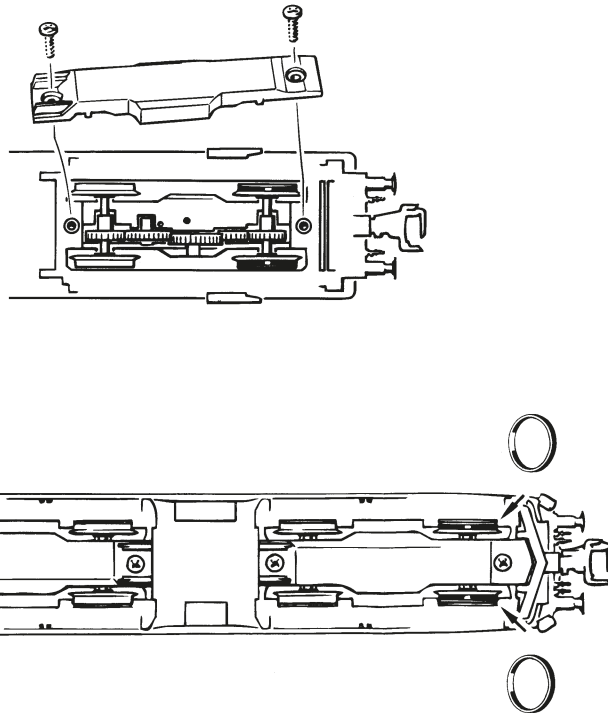

Fig. 7
**1. Reinigung der Radstromkontakte:** Radstromkontakte können auf unsauberen Schienen leicht verschmutzen. Entfernen Sie **vorsichtig** mit einem kleinen Pinsel **den Schmutz** an den in Fig. 7 gekennzeichneten Stellen.
**1. Cleaning of wheel contacts:** Wheel contacts easily get dirty on tracks which are not entirely clean. Use a small brush to **remove dirt** from spots marked in fig. 7.
**1. Nettoyage des lames de courant aux roues:** Les lames de contacts risquent de s'encrasser rapidement sur des voies poussiéreuses. Veuillez **enlever la poussière** aux endroits marqués à la fig. 7 à l'aide d'un petit pinceau souple.